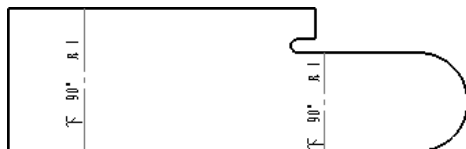

图 8.3.3 平板型式视图
Step3. 插入视图。在对话框中选择“平板型式”，并拖动到图形区来放置视图，结果如图 8.3.3 所示，单击“工程图视图”对话框中的  按钮，完成插入视图。